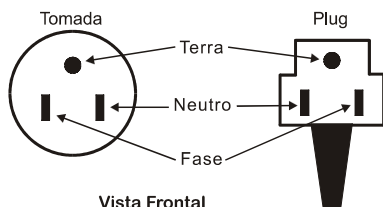

Figura 3 - Tomada de Força.
- ▶ Selecione uma tomada de energia elétrica para uso exclusivo do seu PABX, preferencialmente próxima ao local de instalação (Figura 3). Leve em consideração o comprimento do cabo AC que possui aproximadamente 1,5 m.